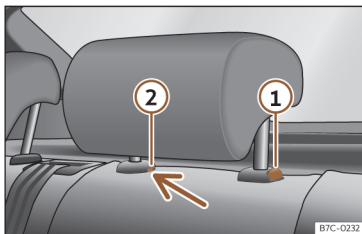

Abb. 89 Kopfstütze hinten ausbauen.
- Drücken Sie die Taste >>> (Abb. 89) ① sowie gleichzeitig mit einem Schlitzschraubendreher (Breite max. 5 mm) in die Öffnung der Verriegelung ② und ziehen Sie die Kopfstütze heraus.